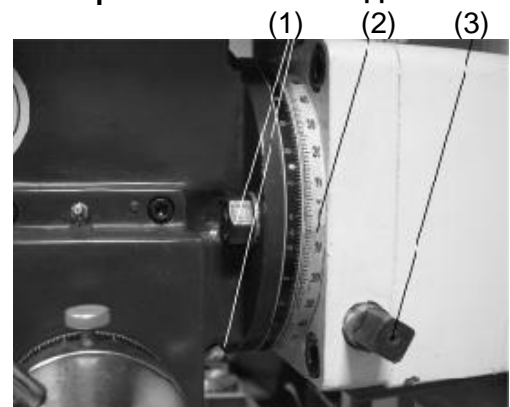

Рис.8
Для наклона фрезерной головы вертикального шпинделя необходимо ослабить 2 гайки (1), извлечь позиционирующий штифт и поворачивая ключом 4х-гранный винт (3) влево или вправо, установить голову в необходимое положение, угол наклона можно контролировать по шкале (2), Рис.8.